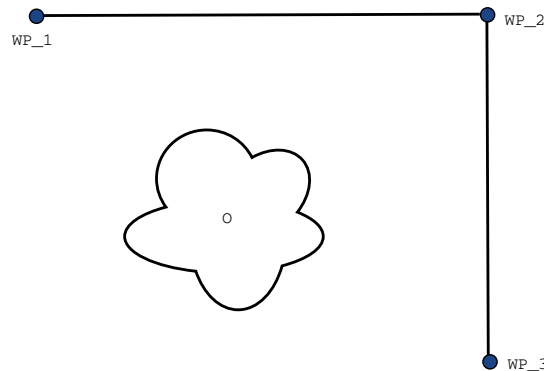

Abbildung 14.2: WP_1: Ausgangsstellung, WP_2: Zwischenziel, WP_3: Aufnahme-Position, O: Hindernis.
Beispiel Betrachten wir beispielsweise eine Pick-and-Place-Anwendung (siehe Abbildung 14.2), bei der sich der Roboter aktuell am Wegpunkt 1 (WP_1) befindet und ein Objekt am Wegpunkt 3 abholen (WP_3) soll. Um Kollisionen mit dem Objekt und anderen Hindernissen (O) zu vermeiden, muss sich der Roboter WP_3 aus der Richtung von Wegpunkt 2 kommend (WP_2) nähern. Es werden also drei Wegpunkte für die Bahn einbezogen, um die Anforderungen zu erfüllen.